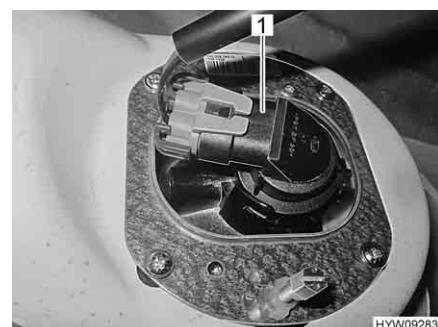

Fig. 183 Luce con regolazione in
- Afferrare la parte posteriore dei fari combinati per luce con regolazione in curva/luce fendinebbia (Fig. 182), ruotare il supporto (Fig. 183,1) con la lampada ad incandescenza in senso antiorario ed estrarre dall'alloggiamento dei fari.
- Inserire il supporto (Fig. 183,1) con la lampada ad incandescenza da dietro nell'alloggiamento dei fari e ruotare in senso orario. Il supporto scatta in posizione.